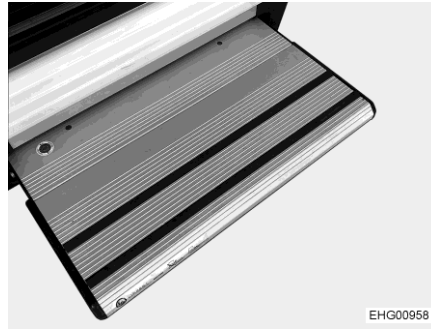
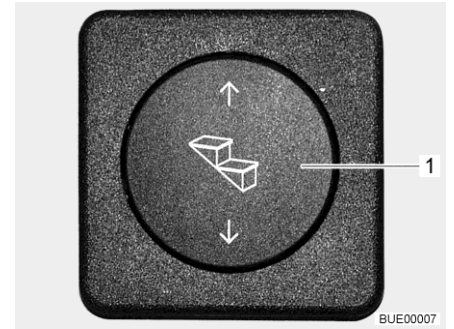

Fig. 4 Scalino di ingresso
Fig. 5 Interruttore di comando scalino di ingresso
Estrarre completamente lo scalino di ingresso (Fig. 4) prima di entrare nel veicolo.
- Premere in basso l'interruttore a bilico (Fig. 5,1) fino a che lo scalino di ingresso (Fig. 4) è stato completamente estratto.
- Premere in alto l'interruttore a bilico (Fig. 5,1) fino a che lo scalino di ingresso (Fig. 4) è completamente inserito.